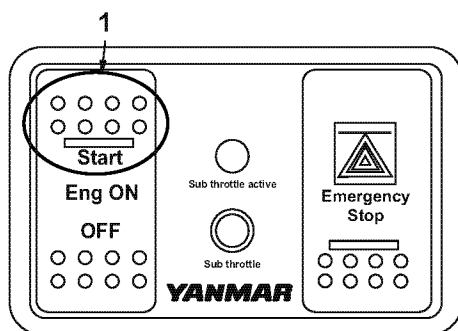

Figura 3
5. Prima o interruptor Eng ON (1, **Figura 3**) e ocorrem as seguintes alterações:
Para colocar o motor em funcionamento, pressionar Start (metade superior) do interruptor Eng ON (1, **Figura 3**).